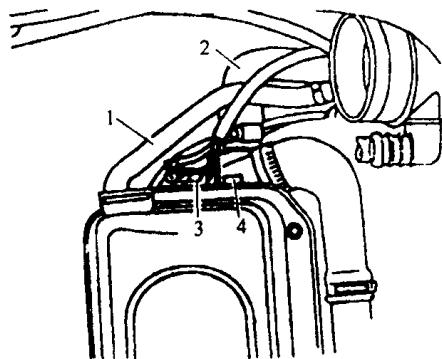
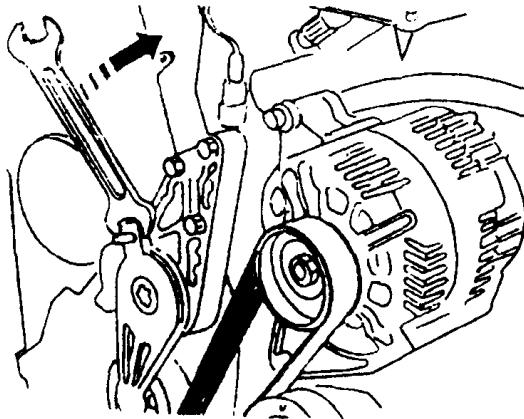

图 1-16 拔下气缸盖通向暖风热
图 1-17 用专用工具扳动张紧轮
(21) 拔下气缸盖通向暖风热交换器的冷却液管 2, 如图 1-16 所示。
(22) 拔下变速器上的车速传感器插头、倒车灯开关。
(23) 松开空调压缩机与支架的连接螺栓, 取下 V 形带。
(24) 移开空调压缩机并将其悬挂在副梁上 (使用电线), 不要悬挂在制冷剂管道上。此时不要打开空调管路。
(25) 使用专用工具, 按图 1-17 所示的方向扳动张紧轮, 使传动带松开。
(26) 使用销钉 3204 固定住张紧轮。
(27) 从发电机上取下 V 形带。
(28) 取下销钉 3204。
(29) 松开动力转向油泵的 V 形带轮的螺栓, 拆下 V 形带轮。
(30) 从支架上拆下动力转向油泵, 并将其固定在发动机舱内的一侧。
(31) 旋下排气歧管和前排气管的连接螺栓。
(32) 拔下起动机电线, 并从变速器壳体上拆下起动机。
(33) 松开车身上的搭铁线。
(34) 旋下所有发动机与车身的连接螺栓。
(35) 使用变速器托架托住变速器的底部, 或者将支承工具 10-222A 固定